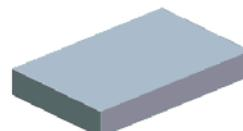

图 13.12 着色后的滑块分型曲面
(1) 单击 **视图** 功能选项卡 **可见性** 区域中的“着色”按钮 .
(2) 系统自动将刚创建的分型面 **slide_ps** 着色，着色后的滑块分型曲面如图 13.12 所示。
(3) 在 **CntVolSel (继续体积块选取)** 菜单中选择 **Done/Return (完成/返回)** 命令。